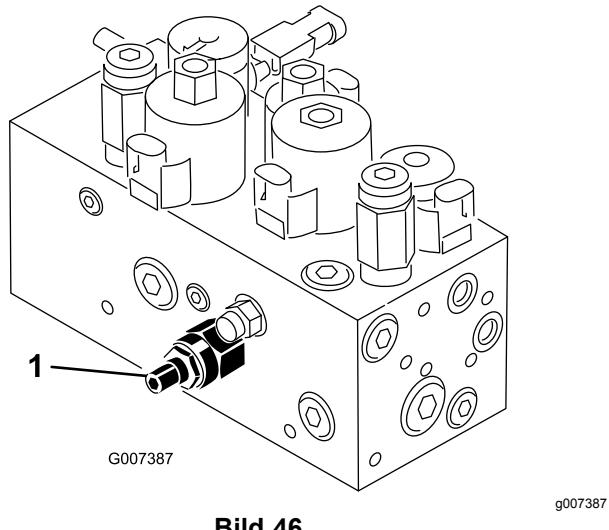

Bild 46
Der Hydraulikkreis zum Heben/Absenken der Schneideeinheit besitzt ein Flusssteuerungsventil (**Bild 46**). Dieses Ventil wird ab Werk um ungefähr drei Umdrehungen geöffnet. Zum Ausgleichen unterschiedlicher Hydrauliköltemperaturen und Mähgeschwindigkeiten usw. müssen Sie dieses Ventil jedoch u. U. einstellen.
1. Klappen Sie den Sitz hoch und finden Sie das Flusssteuerungsventil für den mittleren Zugrahmen (**Bild 46**), das sich an der Seite des Hydraulikverteilers befindet.